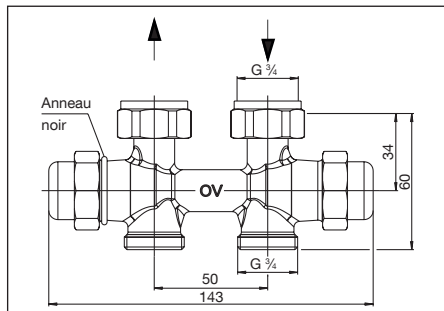
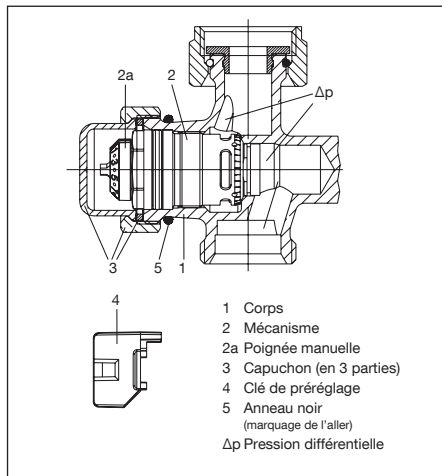
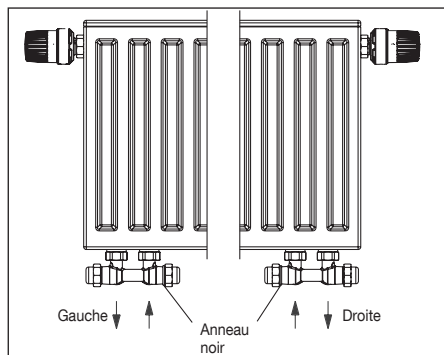

Fig. 3 Modèle droit
Fig. 5 Conception du régulateur de débit
Fig. 6 Affectation des raccords du modèle équerre pour raccordement à gauche ou à droite
Le débit maximal peut être réglé à l'aide de la clé de pré-réglage (pos. 4, fig. 5) (voir paragraphe 6.2.1).
Avec l'appareil de mesure raccordé, la pression différentielle disponible au corps de robinet est mesurée. Pour ce faire, dévisser le capuchon (pos. 3, fig. 5). Démontez ensuite le mécanisme (pos. 2, fig. 5) à l'aide du «Demo-Bloc» et effectuez une mesure avec la tige pour mesurer la pression différentielle. Dès que la pression différentielle mesurée atteint un niveau supérieur ou égal à la pression différentielle Δp_{\min} (voir 4.1), elle est assez élevée pour permettre la régulation automatique du débit par le raccord. Revisser ensuite le mécanisme dans le corps et contrôler l'étanchéité de tous les points de raccordement.
Il est impératif de respecter la position de l'aller et du retour pour garantir que le fluide circule dans le bon sens (voir fig. 3, 4 et 6). L'aller doit être raccordé au côté du régulateur de débit marqué d'un anneau noir (pos. 5, fig. 5). Le modèle équerre est disponible pour raccordement à gauche et à droite (affectation des raccordements voir fig. 6).
2. Dévisser le mécanisme «QA» (pos. 2, fig. 5) et le mécanisme d'arrêt «Combi LR» à l'opposé à l'aide d'une clé de 19 mm.
4. Démonter l'anneau noir (pos. 5, fig. 5) pour le marquage du raccordement pour l'aller et le monter sur le côté opposé du raccord (mécanisme «QA»).
Lors du montage, veiller à la pose parallèle et sans contraintes de la tuyauterie. Il est impératif de respecter la position de l'aller et du retour pour garantir que le fluide circule dans le bon sens. L'aller doit être raccordé au côté du raccord marqué d'un anneau noir (pos. 5, fig. 5).
Démonter le capuchon sur le côté aller (marqué d'un anneau noir, pos. 5, fig. 5).
Procéder au préréglage selon la valeur souhaitée à l'aide de la clé de préréglage (pos. 4, fig. 5). Le préréglage ne peut être effectué qu'à l'aide de la clé de préréglage fournie qui est montée sur la poignée manuelle (pos. 2a, fig. 5). Cela évite tout risque de dérèglement de la valeur réglée par des personnes non autorisées.
1. Démontez le capuchon sur le côté aller (marqué d'un anneau noir, pos. 5, fig. 5).
Dévisser le mécanisme (pos. 2, fig. 5) du corps (pos. 1, fig. 5) à l'aide de l'outil spécial «Demo-Bloc» sans vidanger l'installation.